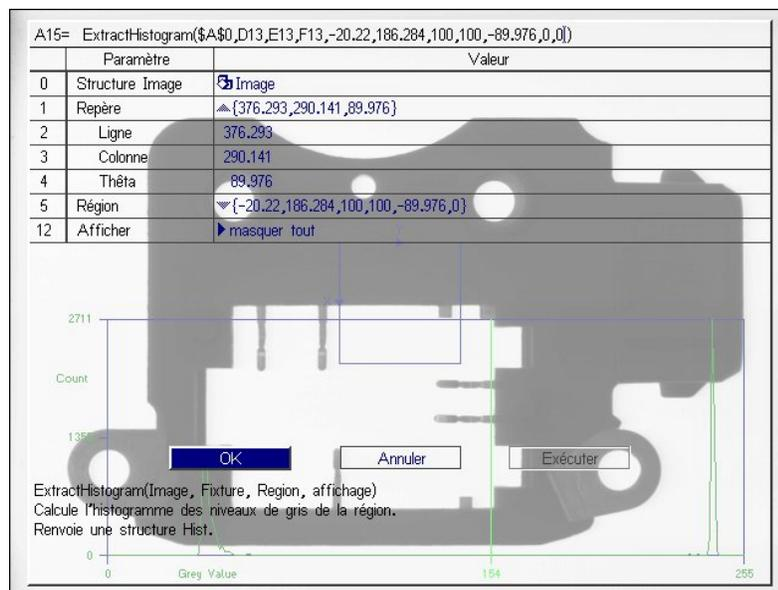

Figure 10-1. Feuille de propriétés ExtractHistogram
4. Si vous souhaitez utiliser un repère pour positionner cette mesure d'histogramme, sélectionnez le groupe de paramètres de ce repère et développez-le. Sélectionnez la valeur de ligne et passez en mode Sélection de cellule. Sélectionnez les cellules contenant les coordonnées (abscisse, ordonnée et thème) qui définissent le repère. Confirmez votre sélection et retournez à la feuille de propriétés ExtractHistogram (voir Figure 10-1).